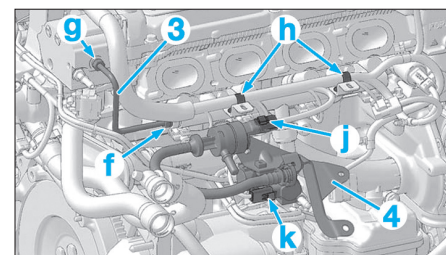

Fig. 29
- Désaccoupler les tuyaux d'alimentation carburant (1).
- les tuyaux d'alimentation carburant (2) en "c",
- Déposer les tuyaux d'alimentation carburant (2).
- Dégraffer et écarter le faisceau électrique en "h" (Fig.29).